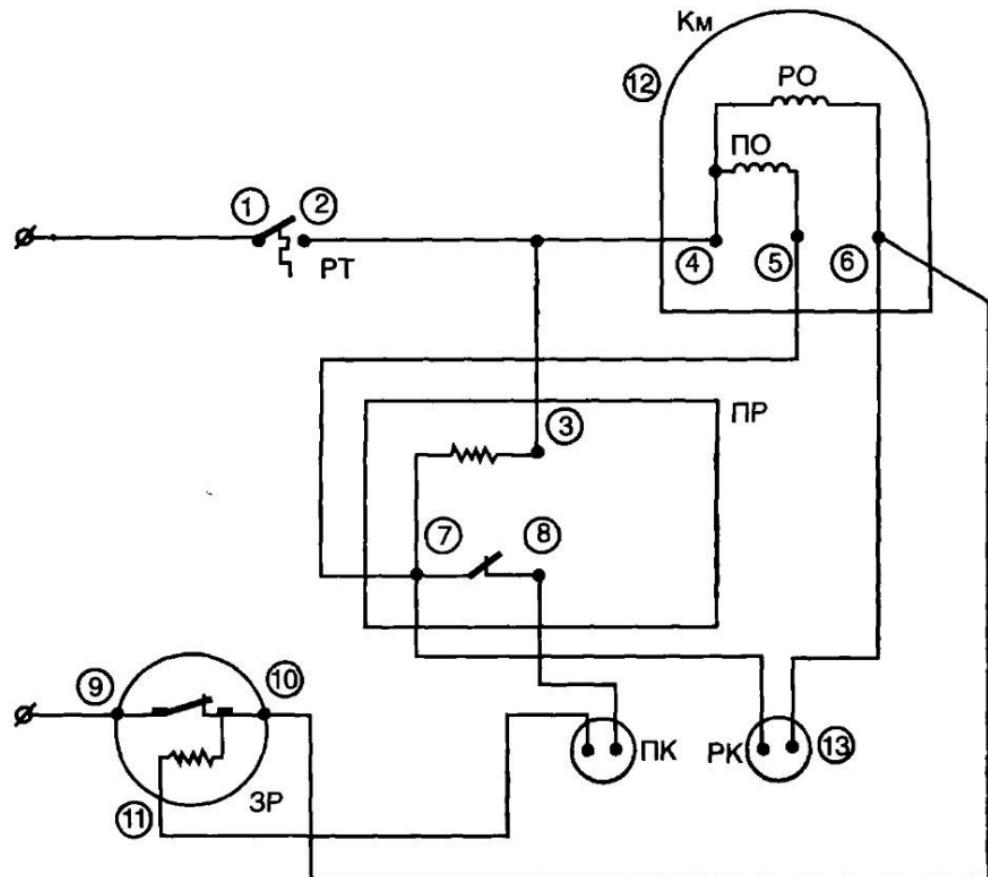

Рис. 126. Электросхема герметичного однофазного компрессора с пускозащитным реле напряжения (с тремя клеммами):
этого типа (рис. 126) выполняют следующие операции.
13.2.5. Проверяют цепь между точками 1 и 2 (см. рис. 126). Если цепь замкнута, продолжают проверку. Если цепь разомкнута, то кон-